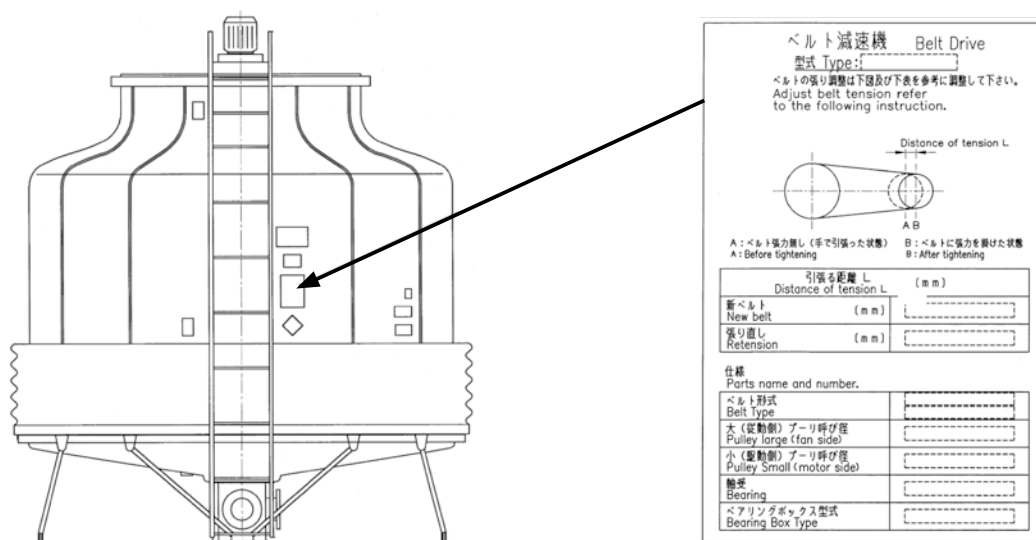

図11-3 ベルト減速機ラベル
- g. 引っ張る距離(L)は別に定めた規定値としてください。(図11-3 ベルト減速機ラベルを参照してください。)
下記のラベル貼付位置および図11-3 ベルト減速機ラベルを参照してください。
交換部品ベルトサイズは図11-3 ベルト減速機ラベルを参照ください。